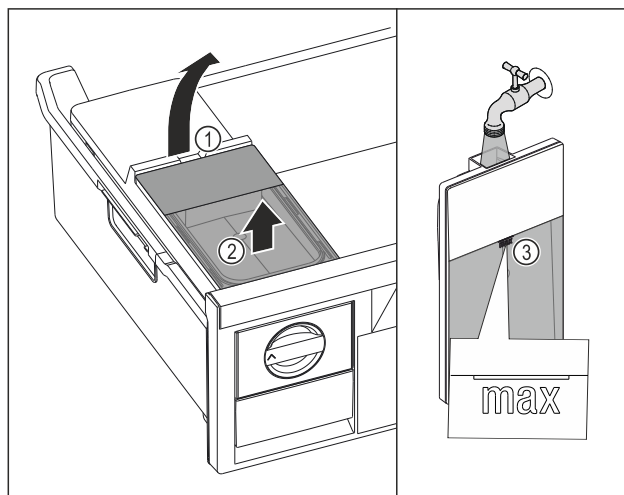

Fig. 124
- ▶ Soulever le réservoir d'eau par l'encoche Fig. 124 (1).
- ▶ Retirer le réservoir d'eau par le haut. Fig. 124 (2)
- ▶ Remplir le réservoir d'eau potable jusqu'au repère Fig. 124 (3).